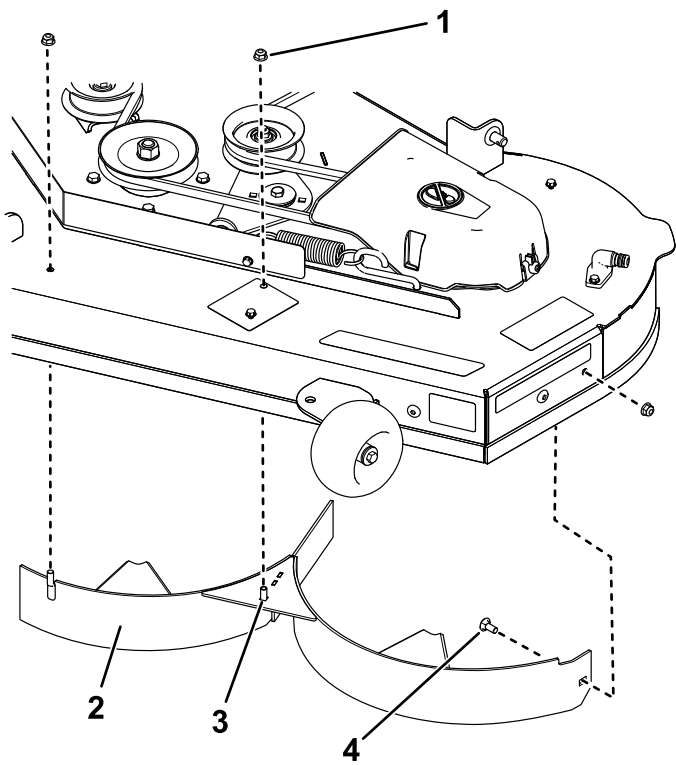

Figura 14
- Retire las 2 contratuercas (5/16") de los espárragos soldados del deflector izquierdo (Figura 14).
8. Retire el perno de cuello cuadrado y las contratuercas que fijan el deflector izquierdo a la carcasa y retire el deflector (Figura 14).
9. Localice los 2 pernos en las piezas sueltas, y utilice las contratuercas existentes para instalar estas fijaciones en los taladros indicados en Figura 14 de la carcasa del cortacésped para evitar que se arrojen residuos al aire.